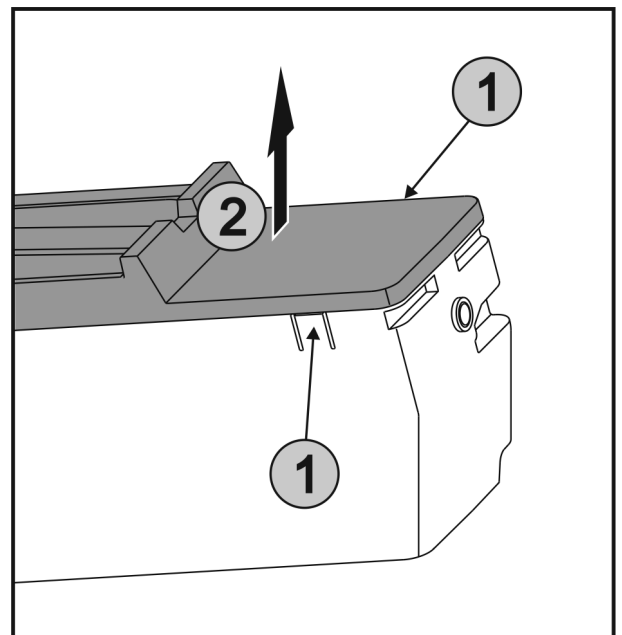

Fig. 47
- ▶ Lippen Fig. 47 (1) aan beide zijden van EasyTwist-Ice gelijktijdig indrukken en de afdekking Fig. 47 (2) omhoog verwijderen.